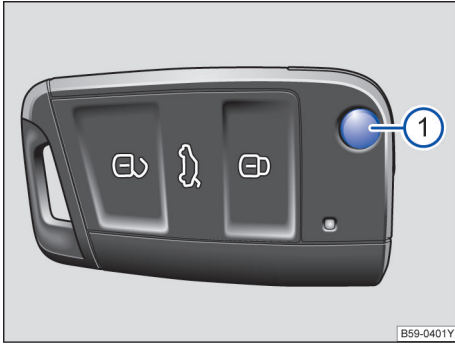

图 40 遥控钥匙
按压按钮 → 图 40 ① 即可解锁并翻开钥匙头。
如短时间内反复按压汽车钥匙上的按钮 → 图 40 或中央门锁某个按钮 → 第 48 页，则中央门锁系统将暂时关闭，防止系统过载，此时汽车处于解锁状态，必要时闭锁汽车。
如用另一把钥匙在车外闭锁汽车，则车内的钥匙将被锁止，无法起动发动机→第 85 页。如需使车内钥匙获得许可起动发动机，则可按压车内钥匙上的  按钮→图 40